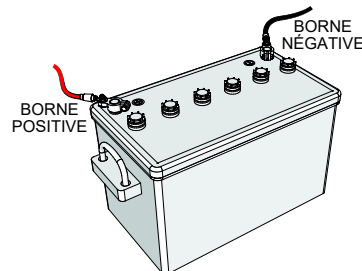

Figure 15. Raccordement de l'accumulateur
2. Assurez-vous **TOUJOURS** du bon raccordement des câbles sur l'accumulateur (voir Figure 15). Le câble **rouge** est connecté à la borne positive de l'accumulateur et le câble **noir** est connecté à la borne négative.